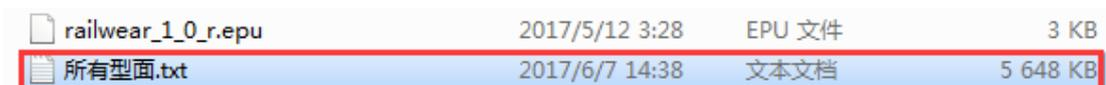

图 017-2 保存的型面数据
1、**全选**所有型面（Variables），**右键**，选择 **Save to file...**，保存为.txt 的文本文件，如图 017-2；